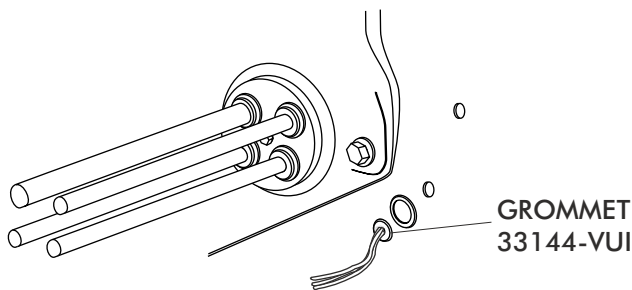

FIGURE 17
- ROUTE A/C WIRES THROUGH 5/8 GROMMET AS SHOWN ON FIGURE 17 (12 VOLT/ GROUND/ BINARY SWITCH/ HEATER VALVE).